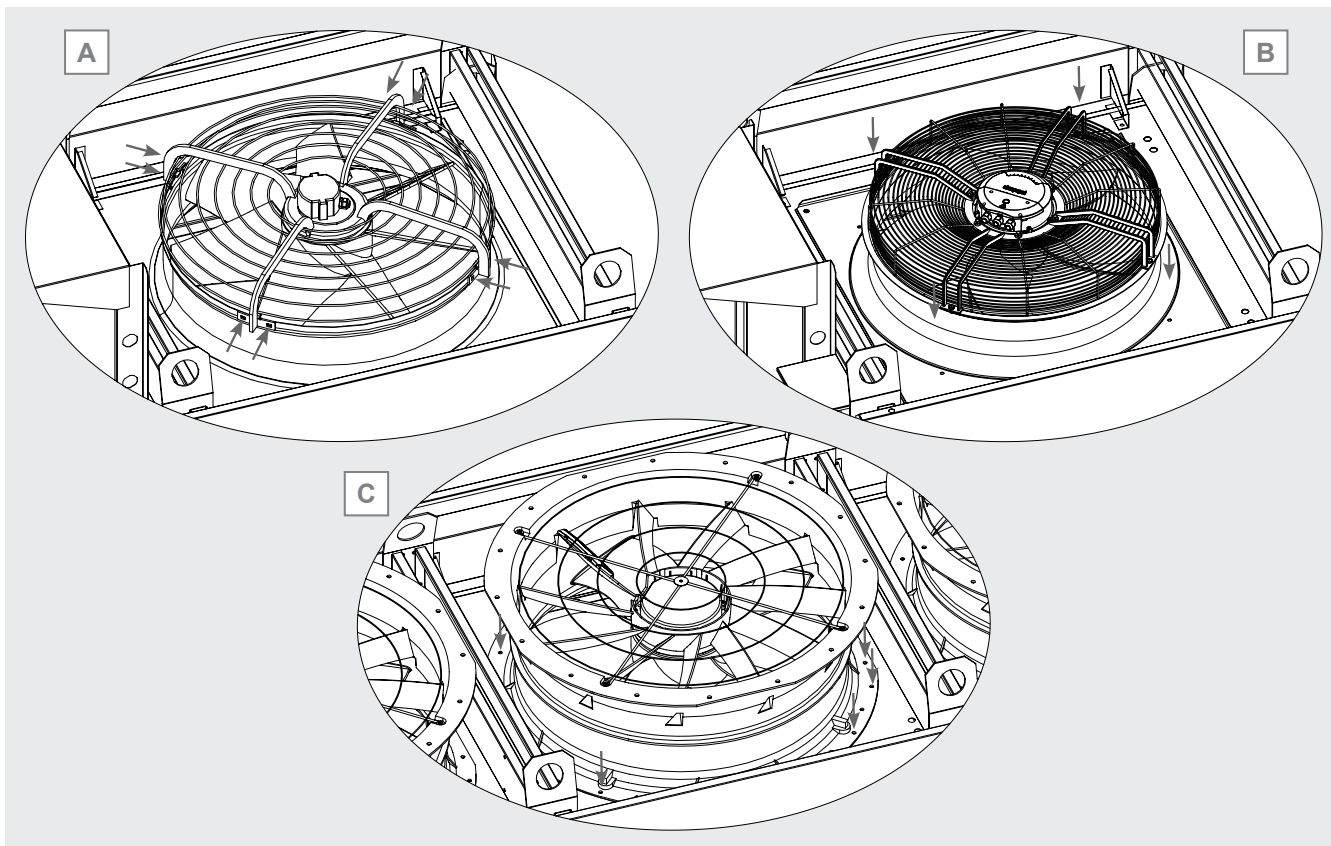

Figura 33
- motoventilador de fijación radial: la rejilla del motoventilador se fija a la cubierta del ventilador instalada en el modelo mediante tornillos de fijación radial. Véase la Figura 33 A.
- Ventilador de montaje plano: la rejilla del ventilador se fija a la boquilla instalada en el modelo mediante tornillos fijados verticalmente en una brida. Véase la Figura 33 B.
- Motoventilador con cubierta del ventilador integrada: el motoventilador está integrado en una cubierta del ventilador que se fija directamente en el transportador del modelo. Véase la Figura 33 C.
- Ventilador radial y planar: Localice los tornillos que fijan la rejilla del ventilador a la cubierta del ventilador y retírelos completamente. Guárdelos en un lugar adecuado. Véase la Figura 33 A y B.
- Ventilador con tobera integrada: Localice los tornillos que fijan la tobera al cono de entrada y retírelos completamente. Guárdelos en un lugar adecuado. Ver la Figura 33 C.